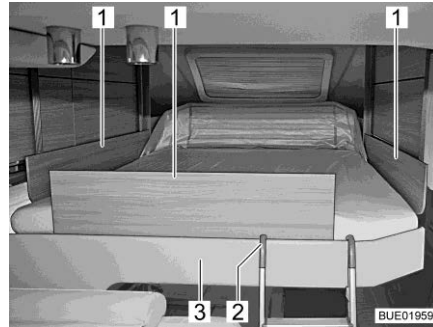

Bild 139 Höjbar säng med låsplattor
- Sätt låsplattorna (Bild 139,1) mellan madrass och sängramen (Bild 139,3).
- Haka fast båda byglarna på den bipackade stegen (Bild 139,2) i sängramen (Bild 139,3).
- Haka loss stegen (Bild 139,2) från sängramen (Bild 139,3).
Nöddrift Om den höjbara sängen inte längre går att flytta med pilknapparna (Bild 139,2 och 8) skall först säkringen Reserv3 vid el-blocket kontrolleras (se avsnitt 9.12.1). Om säkringen är ok och den höjbara sängen ändå inte går att flytta, kan den höjbara sängen manövreras manuellt.